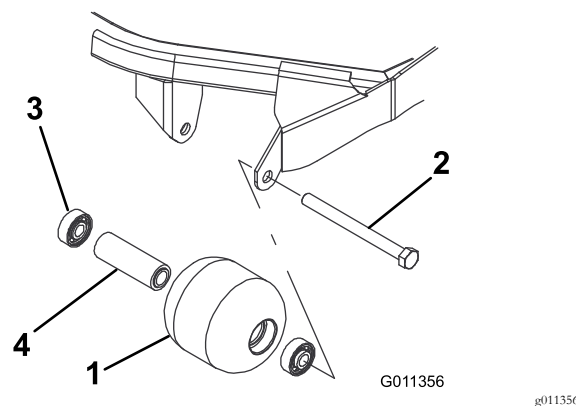

Figure 71
1. Retirez le boulon de fixation du galet (Figure 71).
4. Vérifiez l'état du logement de roulements, des roulements et de la douille d'écartement (Figure 71). Remplacez les composants endommagés et procédez au remontage.
1. Enfoncez le premier roulement dans le logement à la presse (Figure 71). Exercez la pression uniquement sur la bague extérieure ou uniformément sur les bagues intérieure et extérieure.
2. Insérez l'entretoise (Figure 71).
3. Enfoncez le second roulement dans le logement (Figure 71) en exerçant une pression uniforme sur les bagues intérieure et extérieure jusqu'à ce que la bague intérieure rencontre l'entretoise.